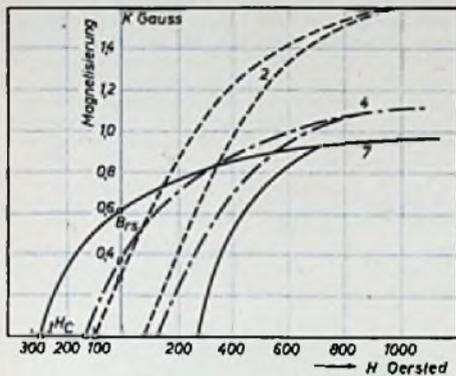

Abb. 7. Magnetisierungsschleifen von Bandtypen der verschiedenen Entwicklungsstufen
hat. Abb. 7 zeigt die Hystereseschleife der Bandtypen C (2), LGN (4) und LGS (7), jeweils an gleichen Bandstücken gemessen. Es ergeben sich die Werte der Tabelle IV